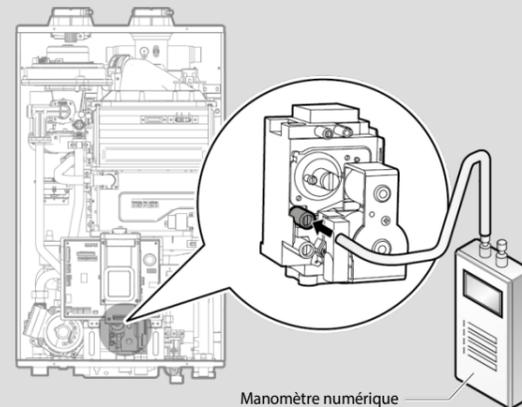

Figure 9. Connexion d'un manomètre numérique
- a. Ouvrez la lumière de refolement en desserrant la vis de deux tours comme illustré à la figure 9.